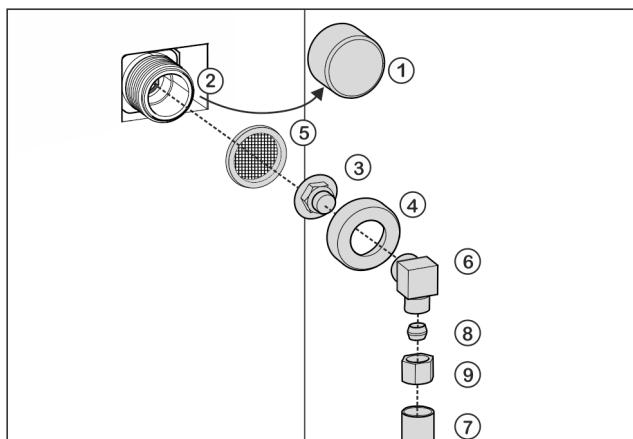

Fig. 25
- Kappe Fig. 25 (1) vom Magnetventil Fig. 25 (2) abziehen.
- Verbindungsstück Fig. 25 (3) in die Überwurfmutter Fig. 25 (4) einsetzen.
- Sieb Fig. 25 (5) mit der Vertiefung nach unten in Richtung Verbindungsstück Fig. 25 (3) einsetzen.
- Überwurfmutter Fig. 25 (4) mit der Hand auf das Gewinde des Magnetventils Fig. 25 (2) schrauben, bis ein sicherer und fester Sitz erreicht ist.
- Winkelstück Fig. 25 (6) anschrauben.
- Wasserleitung Fig. 25 (7) (z. B. 1/4"-OD-Kupferleitung) mit Hilfe von Klemmring Fig. 25 (8) und Mutter Fig. 25 (9) am Winkelstück Fig. 25 (6) anschließen.
- Wenn notwendig: Wasserleitung Fig. 25 (7) mit dem Rastbügel am Gehäuse fixieren.
- Winkelstück Fig. 25 (6) zur Seite legen.
- Wasserleitung Fig. 25 (7) (z. B. 1/4"-OD-Kupferleitung) mit Klemmring Fig. 25 (8) und Mutter Fig. 25 (9) am Verbindungsstück Fig. 25 (3) anschließen.